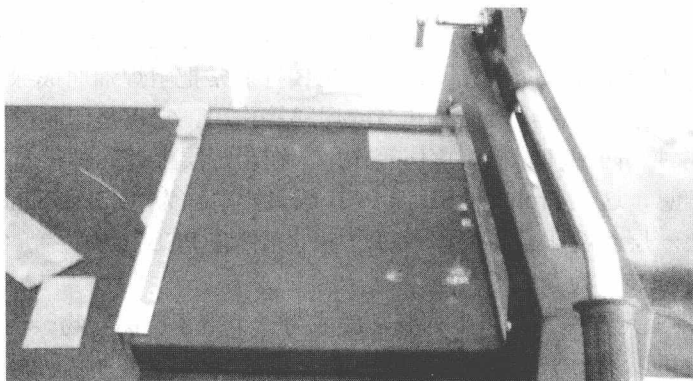

图 0-7 单面基板剪裁
(1) 单面印制板工艺流程 单面基板剪裁(图 0-7)→钻孔→图形转移→蚀刻→半成品检验→网印阻焊油墨→喷锡→外形加工→成品检验→包装运输。